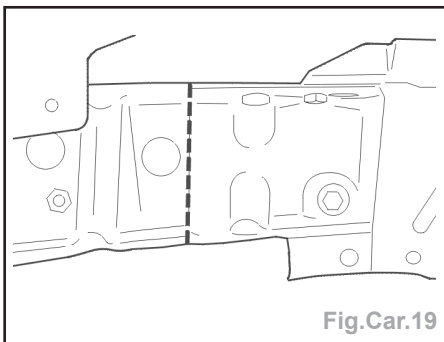

Fig.Car.19
- Souder par cordons successifs au MIG (Fig.Car.19).